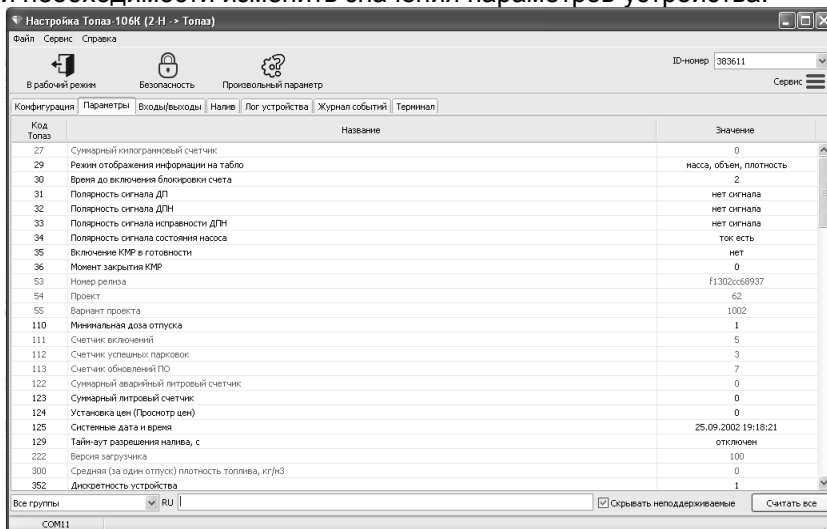

Рисунок 6
7.5 На вкладке "Параметры" (рисунок 6) можно просмотреть и при необходимости изменить значения параметров устройства.